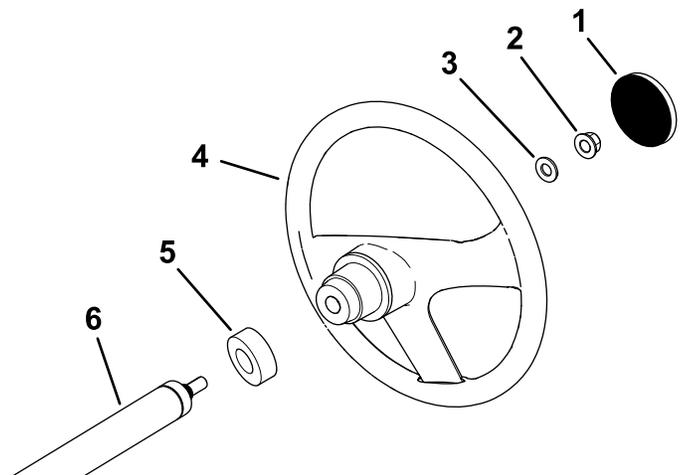

Figura 3
- Si la tapa está instalada, retírela del centro del volante (Figura 3).
- Retire la contratuercas (1/2") de la columna de dirección (Figura 3).
- Coloque el volante, el protector de polvo y la arandela (1/2") sobre el eje de dirección (Figura 3).
- Instale la tapa en el volante (Figura 3).